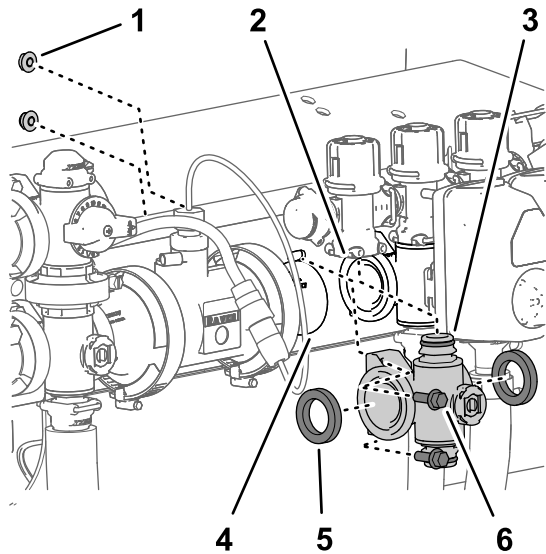
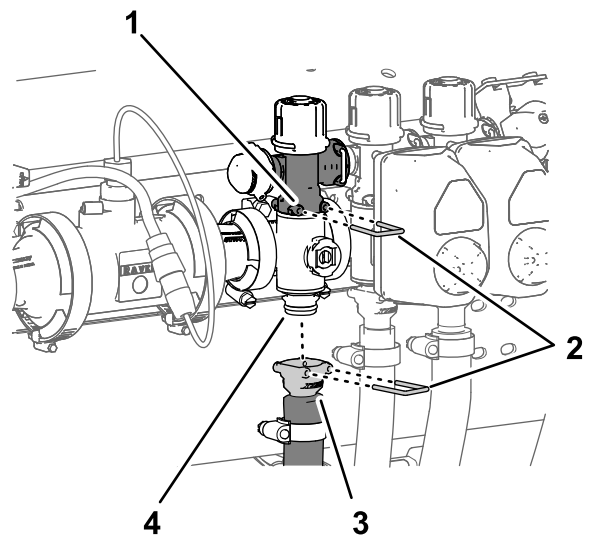

図 127
図 128
1. ステップ 個別boomマニホールドバルブの取り外し (ページ 78) で外したガスケット2枚を、boomバルブマニホールドのフランジに合わせる 図 127。
2. boomバルブマニホールドを、もう1つのboomバルブまたはカップリングアダプタの各フランジの間に入れる 図 127。
3. boomバルブマニホールドのクイックコネクトフィッティングを、boomバイパスバルブのクイックディスプレイコネクトソケットに組み付けて、クイックコネクトピンで固定する 図 127と図 128。
5. 左右のboomバルブマニホールドを、バルブサポートに組み付ける 図 127 個別boomマニホールドバルブの取り外し (ページ 78) で取り外したフランジヘッドボルト $\frac{1}{4}$ x $\frac{3}{4}$ "2本とフランジロックナット $\frac{1}{4}$ "2個を使用する。
する 図 128。